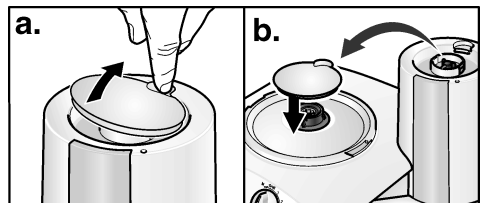

Figure 12
3. Si ce n'est déjà fait, mettez le couvercle de sécurité sur le mécanisme d'entraînement haute vitesse (voir fig. 12).